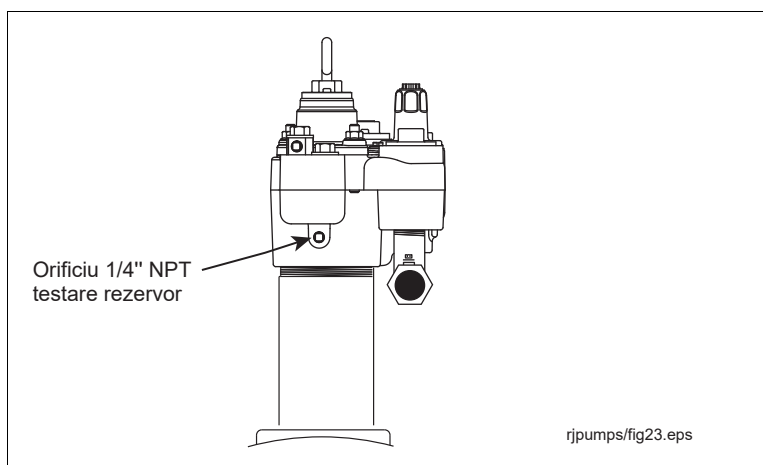

Figura 25. Orificiul de testare a rezervorului de pe distribuitor
- Scoateți și păstrați bușonul 1/4 " NPT de la orificiul de testare a rezervorului și atașați echipamentul de testare a rezervorului (vezi Figura 25).